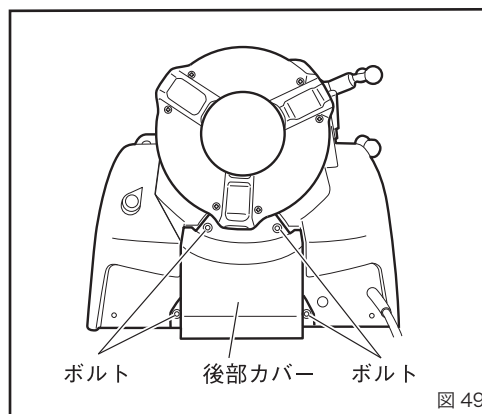

図 49
2. カーボンブラシの交換 (図 49、50)
- ①後部カバーの4ヶ所のボルトを取り外してください。(図 49)